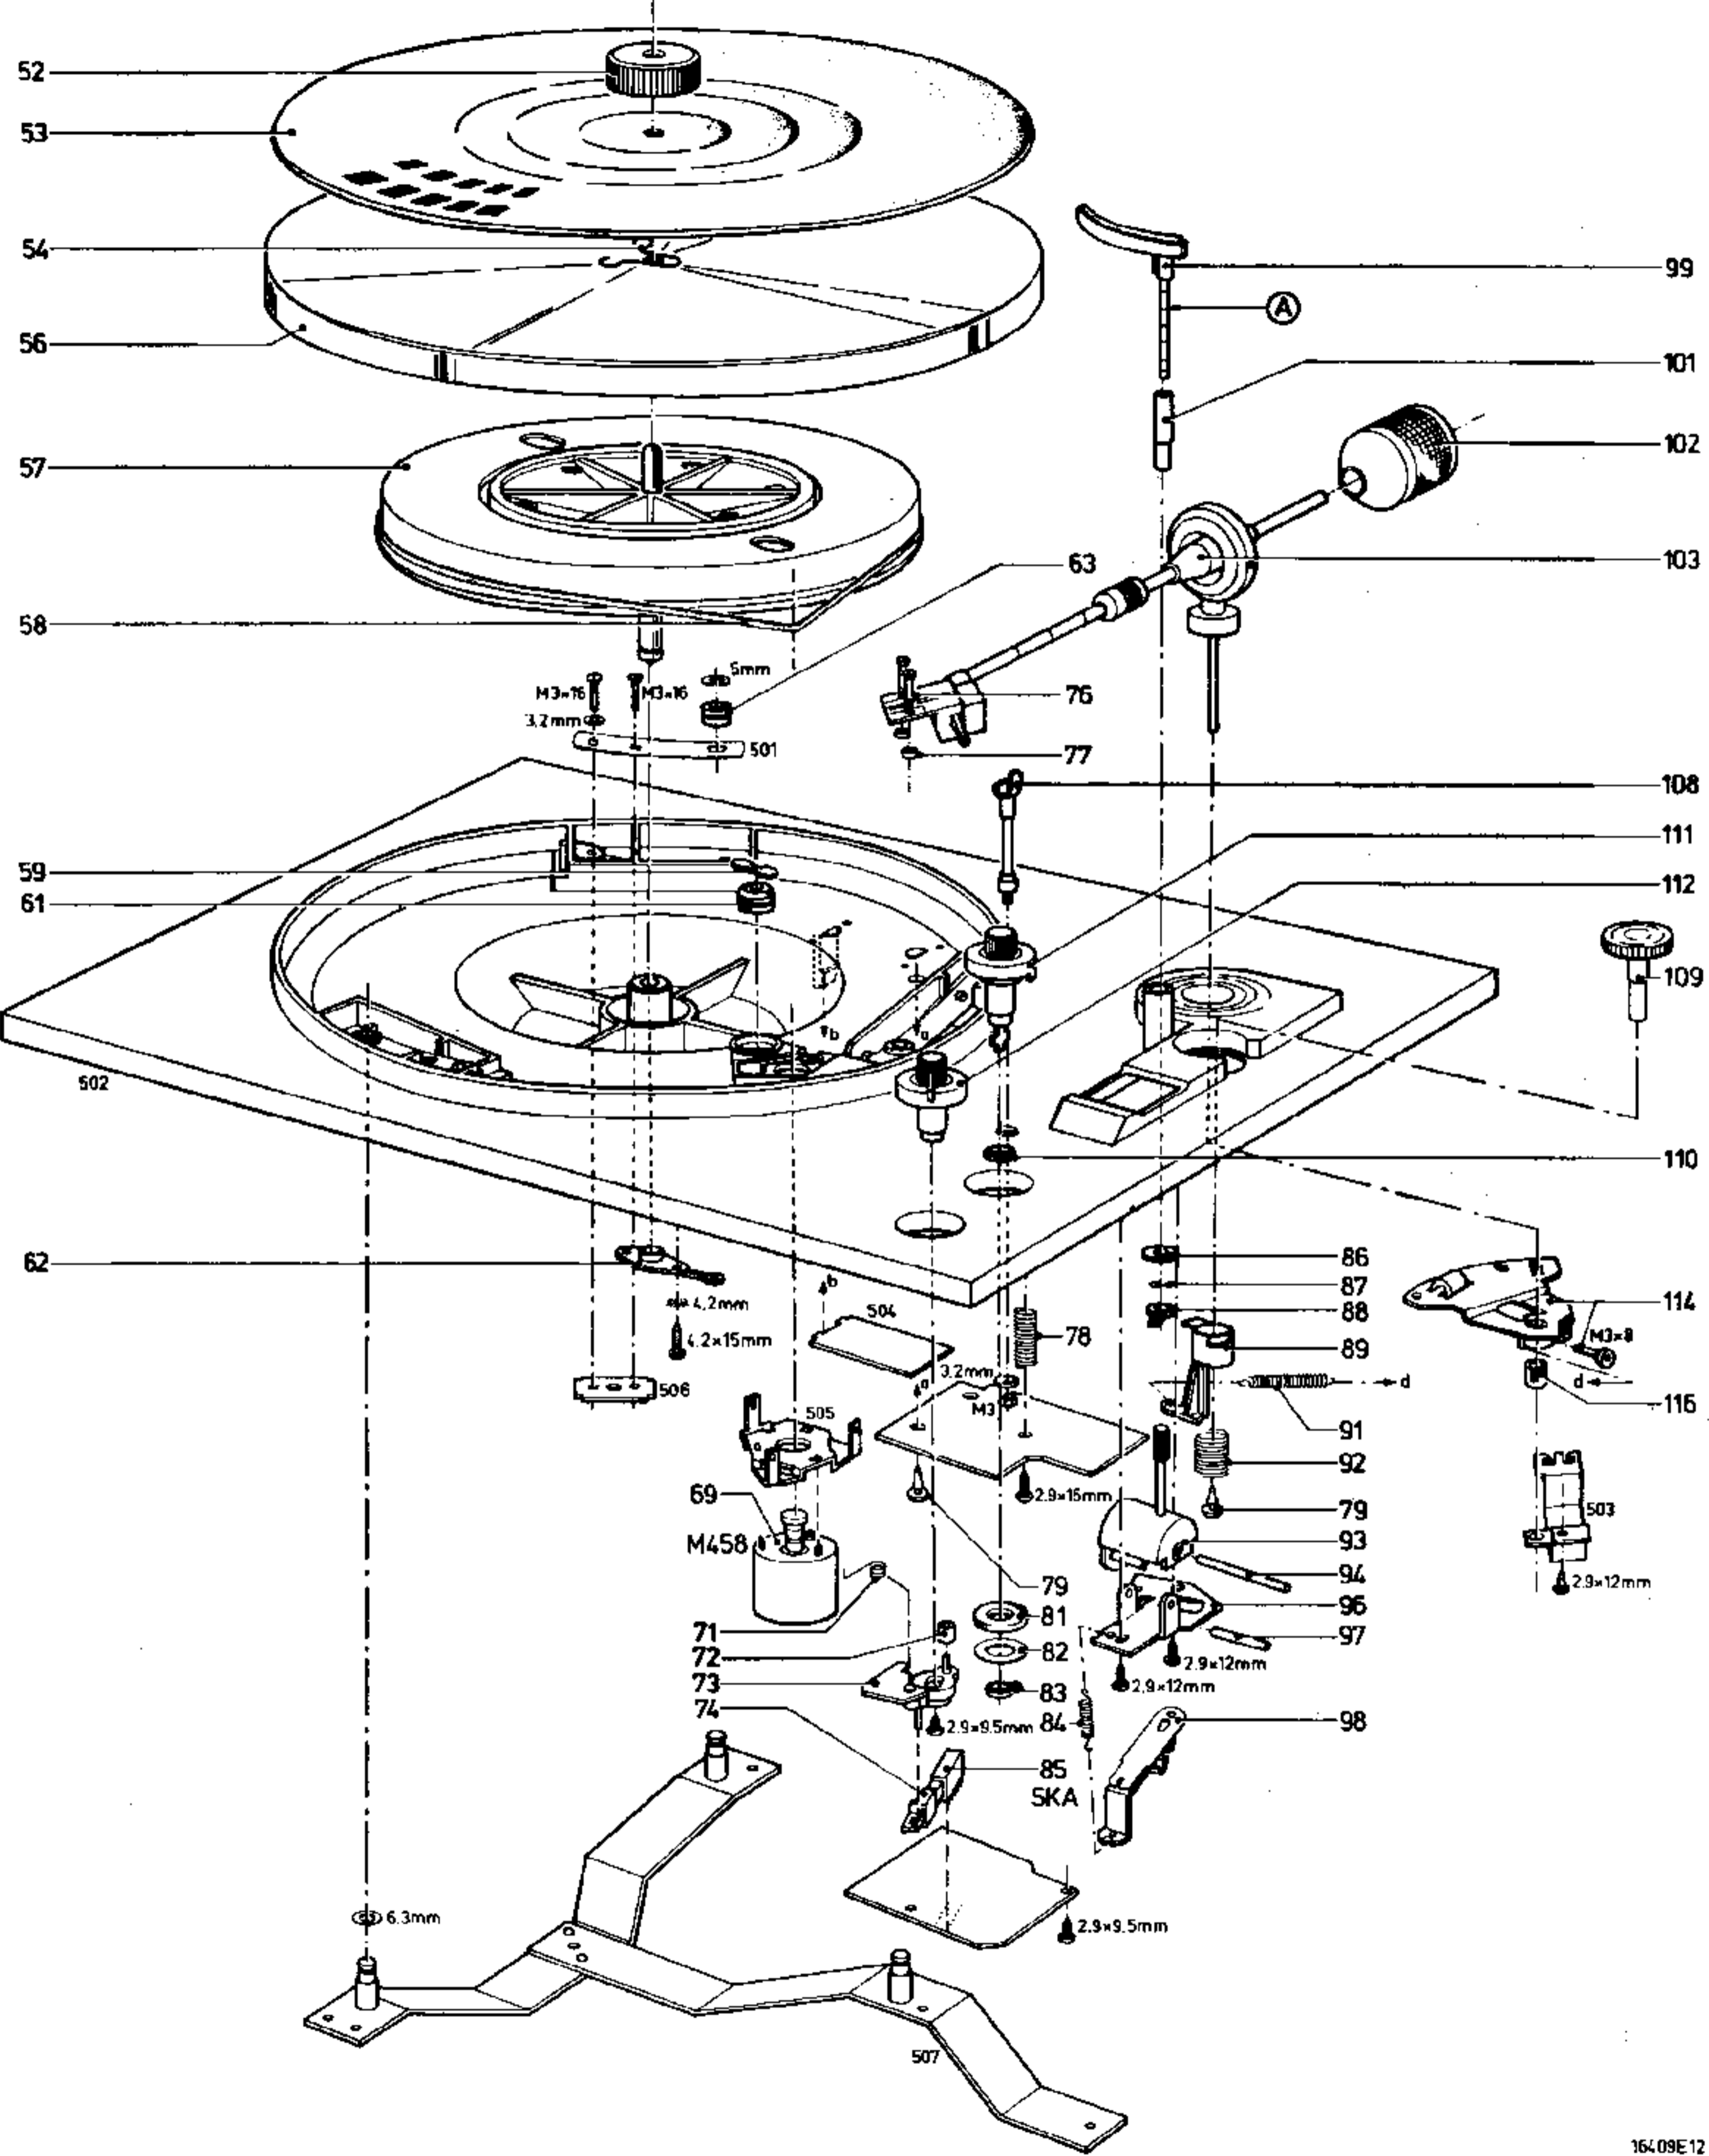

Fig. 1
- A. Place PU-arm 103 into PU-arm support 108 (Fig. 1)
- A. Lift PU-arm 103 from PU-arm support 108 (Fig. 1).
4. Adjusting the speeds (Figs. 1,8,9)
- A. Plaats de PU arm 103 in de PU armsteun 108 (Fig. 1).
- A. Neem de PU arm 103 van de PU armsteun 108 (Fig. 1).
**4. Instelling snelheden (Figs. 1,8,9)**
- A. Placer le bras de lecture 103 dans le support 108 (Fig. 1).
- A. Décrocher le bras de lecture de son support 108 (Fig. 1).
**4. Réglage des vitesses (Fig. 1, 8, 9)**
- A. Tonarm 103 in Tonarmstütze 108 setzen (Fig. 1)
- A. Tonarm 103 von der Tonarmstütze 108 abheben (Fig. 1).
**4. Geschwindigkeitseinstellung (Figs. 1,8,9)**